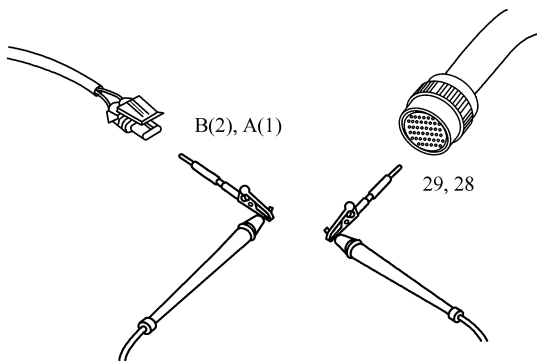

图 5-268 测量触针 B(2) 与触针 29、触针 A(1) 与触针 28 之间的电阻
② 测量起动报警线束插头触针 B(2) 的电源导线与 31 针插头触针 29 之间的电阻, 测量起动报警线束插头触针 A(1) 的回路导线与 31 针插头触针 28 之间的电阻, 如图 5-268 所示。这两项检查, 电阻必须小于 10Ω 。如果电路不是闭路, 应维修或更换 OEM 线束。